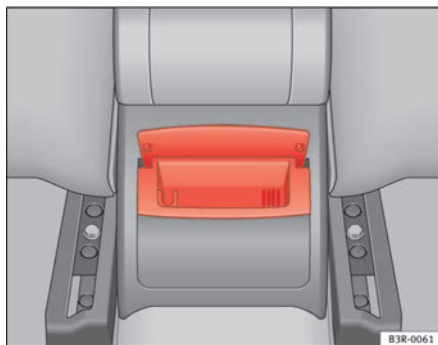

Abb. 126 Aschenbecher hinten
- Fassen Sie das Gehäuse am geöffneten Deckel an ⇒ Abb. 126 und ziehen Sie es nach oben heraus.